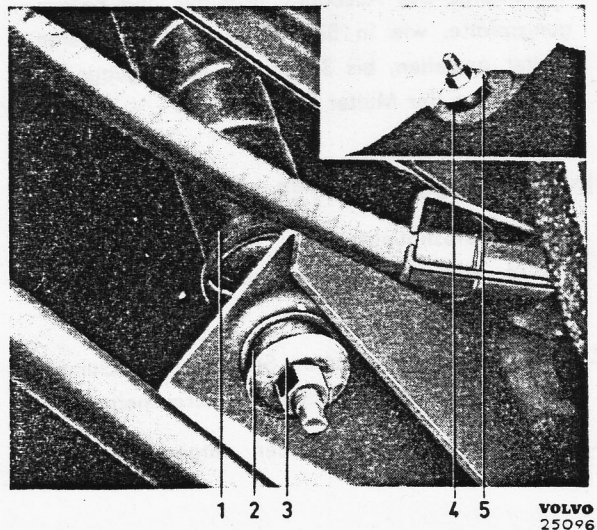

Bild 9-5. Befestigung des hinteren Stossdämpfers
4. Untere Stossdämpferbefestigung (Bild 9-5) und obere Befestigung für Stossdämpferband (Bild 9-3) an beiden Seiten lösen. Vordere Tragarmbefestigung etwas lösen.
1. Obere Befestigungsmutter, Scheibe und Gummibuchse vom Kofferraum aus entfernen, siehe Bild 9-5.